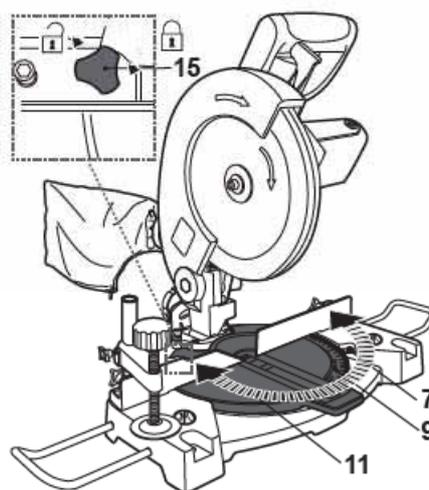

Fig. 17
- > Desserrez le boulon de verrouillage de la table [15]. Tournez la table [11] jusqu'à ce que le pointeur [7] indique l'angle souhaité sur l'échelle d'onglet [9]. Puis resserrez le boulon de verrouillage [15] (Fig. 17).